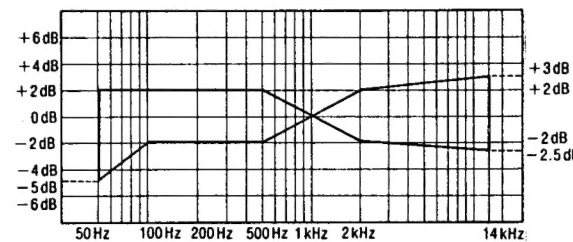

Fig. 9
5. Faire jouer le signal enregistré et s'assurer qu'il soit en deçà de la plage montrée à la Fig. 9 en comparaison à la fréquence de référence (1 kHz).